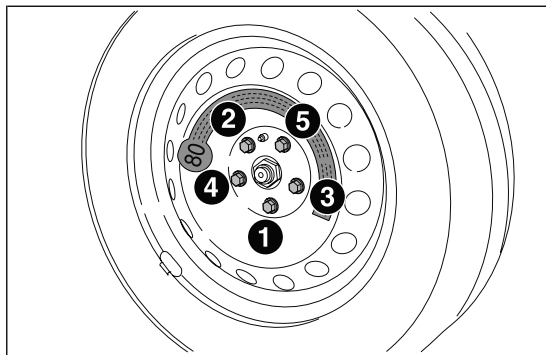

fig. 151
- ❑ con la llave A, apretar a fondo los tornillos, pasando alternativamente de un tornillo al diametralmente opuesto, siguiendo el orden numérico ilustrado en fig. 151;